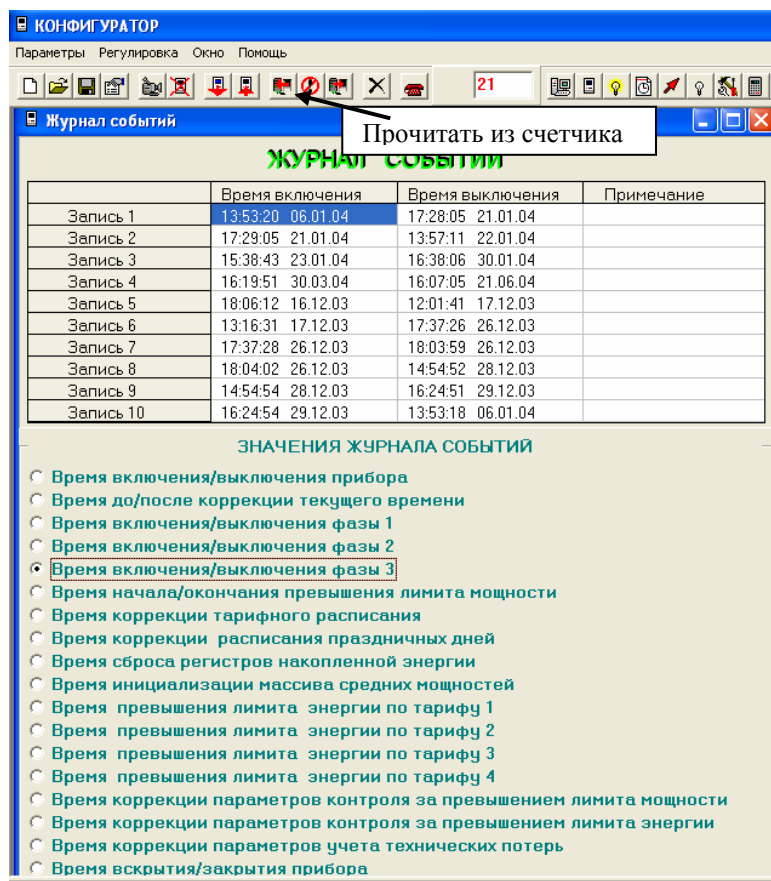

Рис.33
3. нажать кнопку «Прочитать из счетчика». В случае успешного обмена, на экране монитора, в таблице «Значений журнала событий» отобразятся данные счетчика, соответствующие выбранному значению событий. (Рис.33);